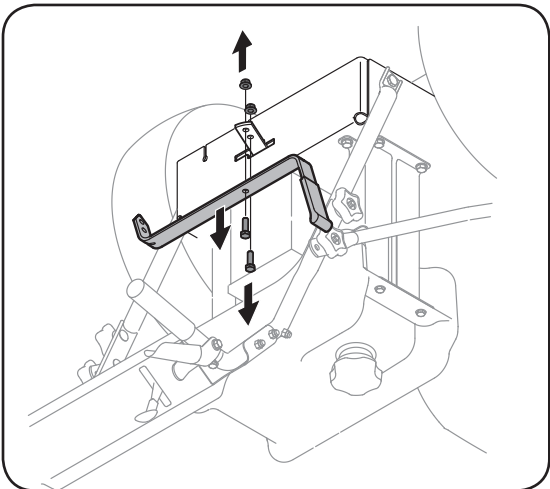

Figure 3-5
2. Enlevez la vis et l'écrou qui restent sur la plaque de montage inférieure. Voir la Figure 3-5.
1. Enlevez la vis et le contre-écrou qui retiennent le sélecteur de vitesse sur sa plaque de montage. Voir la Figure 3-5.